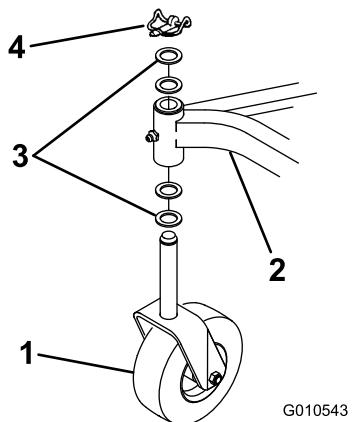

Figura 5
2. Retire el pasador de seguridad y las 2 arandelas de empuje de cada conjunto de rueda giratoria. Deje 2 arandelas de empuje en cada eje, introduzca los ejes en el tubo de montaje del bastidor, e instale las arandelas de empuje y el pasador de seguridad (Figura 5).